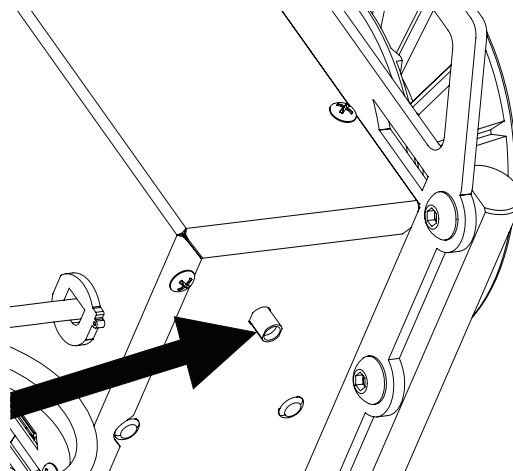

Figure 5
13. Brancher la télécommande dans la prise correspondante (Fig. 5).